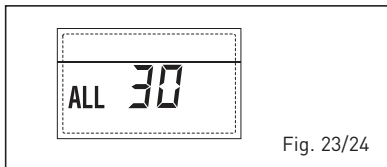

Fig. 23/24
- **ANOMALÍA Sonda IMPULSIÓN CASCA-DA "ALL 31" (fig. 23/25)**